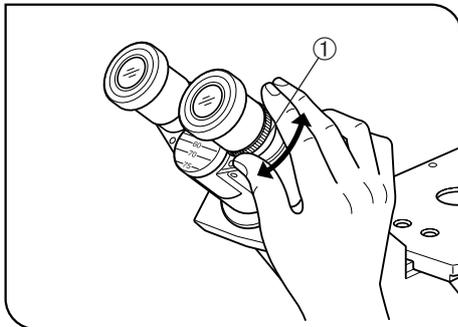

Fig. 11
(Fig. 11 à 13)
2. En regardant dans l'oculaire gauche avec l'œil gauche, faire la mise au point sur l'échantillon en ne manipulant que la bague de réglage dioptrique ①. (Fig. 11)